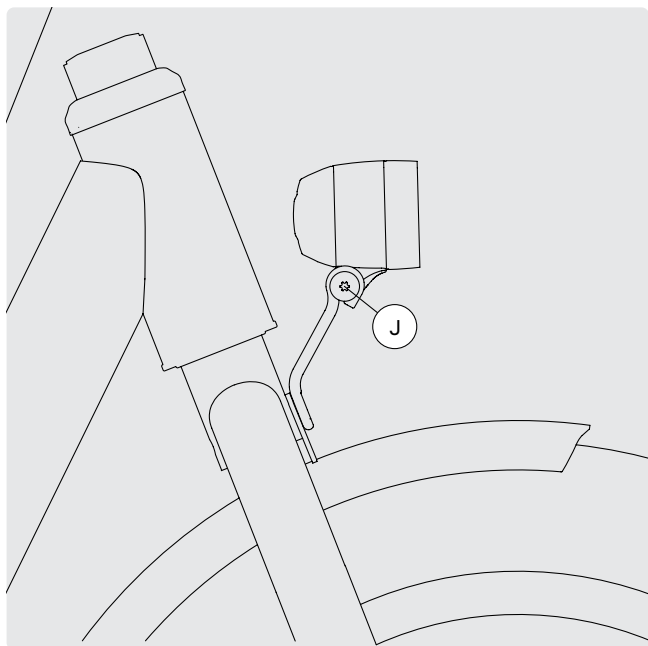

FIG. 47
- 1 Løsn justeringsskruen J på forlygten (fig. 47).